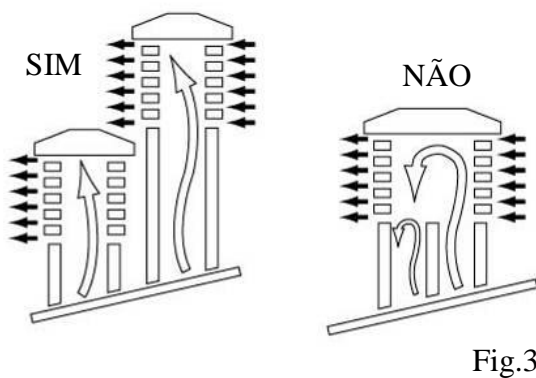

Fig.3
- Se forem utilizadas chaminés com saídas paralelas, é aconselhável que aquela a barlavento seja um elemento mais elevada. (fig.3)